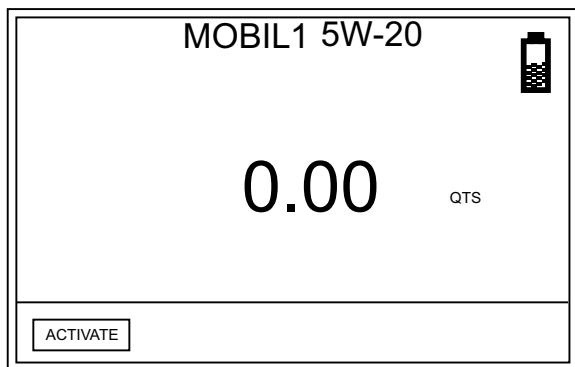

Рис. 30
2. Отобразится экран выдачи вручную (Рис. 30). Нажмите центральную кнопку ВВОД на панели навигации расходомера, чтобы выбрать поле «ACTIVATE» [АКТИВИРОВАТЬ]. Расходомер издаст громкий щелчок, который указывает на то, что расходомер готов начать выдачу жидкости